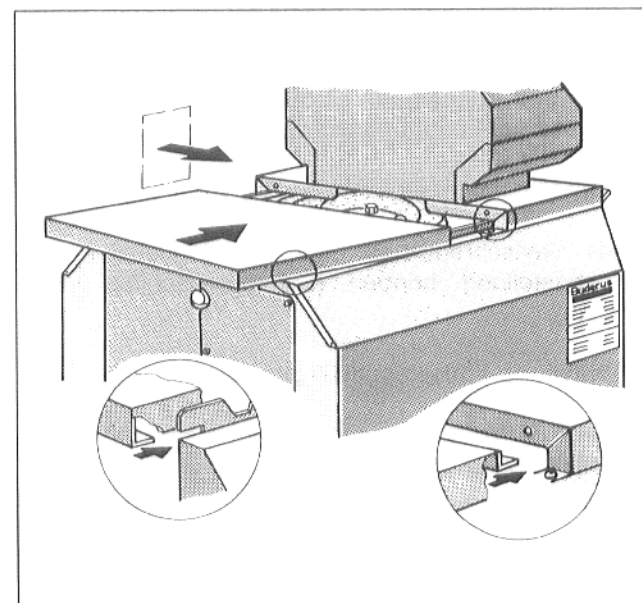

Abb. 31
- Hintere Abkantung rechts und links in die Schlitz der Seitenwand schieben (Abb. 31)
- Zweites Typenschild je nach örtlichen Verhältnissen auf rechte oder linke Seitenwand aufkleben (Abb. 31).